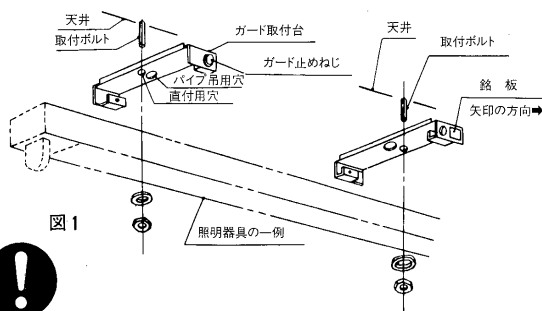

図1
1. 銘板付ガード取付台を銘板に記入してある矢印を外側になる位置で器具の片側の取付ボルト穴に合わせ、もう片方のガード取付台は、銘板付のガード取付台と対象になるように器具の取付穴位置に固定してください。(図1参照)